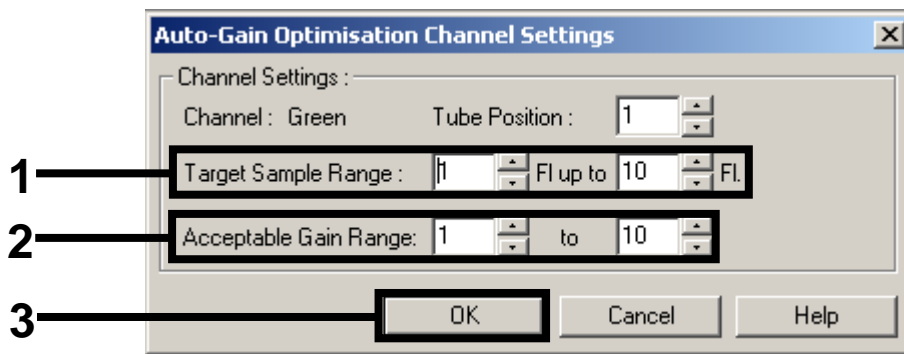

Abbildung 7. Einstellen der Verstärkungsoptimierung für den Kanal „Grün“. Diese Einstellungen müssen für jeden Kanal (Grün, Gelb und Orange) vorgenommen werden.
9. Passen Sie die Verstärkungsoptimierung an. Stellen Sie einen "Target Sample Range" („Proben-Zielwertebereich“) von 1 FI bis 10 FI und einen "Acceptable Gain Range" („Akzeptabler Verstärkungsbereich“) von 1 bis 10 ein (siehe Abb. 7, Beispiel für den Kanal „Grün“). Diese Einstellungen müssen für jeden Kanal (Grün, Gelb und Orange) vorgenommen werden.